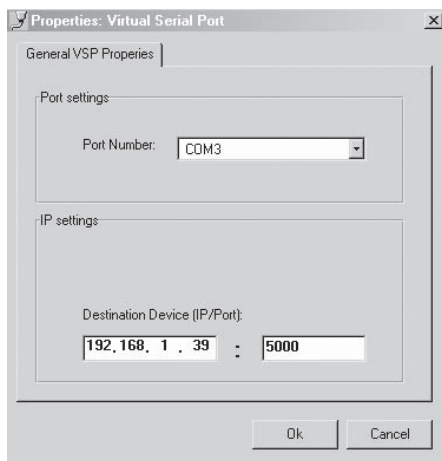

Рис. 3. Окно свойств менеджера виртуального последовательного порта
3. Нажать кнопку **Add VSP**, чтобы добавить последовательный порт и ввести в настройки IP-адрес и номер порта вашего прибора1 (см. рис. 3).